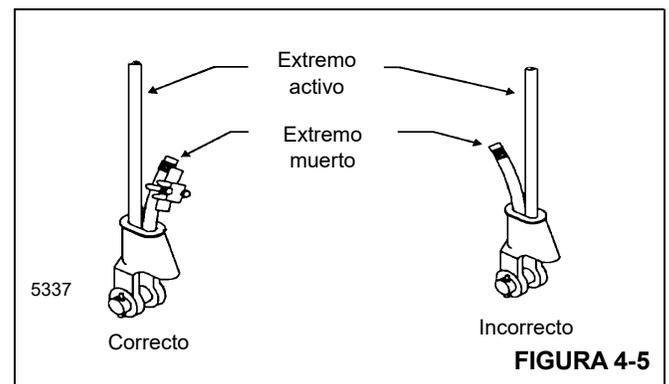

FIGURA 4-5
3. Verifique que el extremo activo de carga del cable (Figura 4-5) quede directamente en línea con las orejetas del receptáculo y con la dirección de la tracción que se aplicará al cable. Si el cable se instala de modo incorrecto en el receptáculo, se producirá un doblez en el
4. Inserte el extremo del cable en el receptáculo, forme un lazo con el cable y devuelva el cable a través del receptáculo, permitiendo que el extremo "muerto" (Figura 4-5) sobresalga del receptáculo. Verifique que el extremo muerto del cable tenga un largo suficiente para aplicarle un dispositivo de terminación al extremo después de haber asentado la cuña.